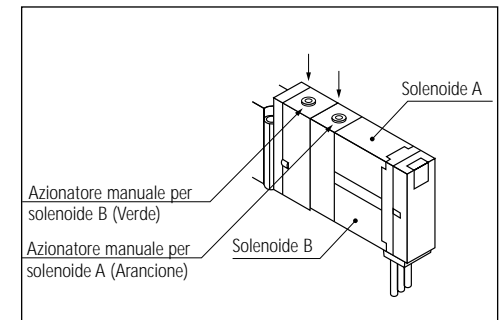

Fig. 5
**Tipo a pressione non bloccabile (Fig. 5)**